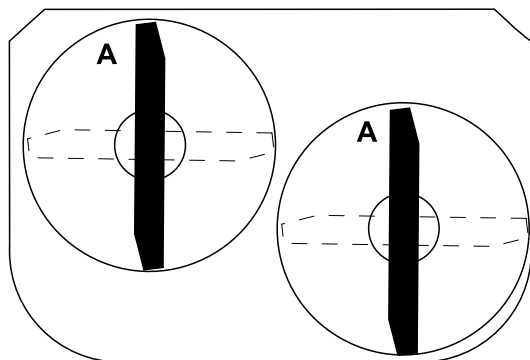

Figure 52
3. Tournez les lames dans le sens longitudinal (Figure 52).